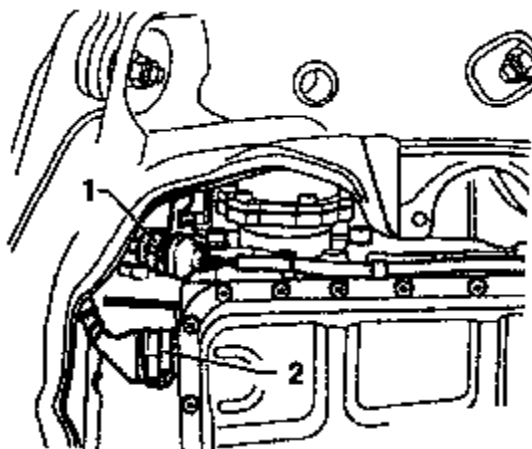

图 8-54 插上多功能开关插头
(1) 把变速箱从下降的总成支架和车底之间滑入。使变速箱对正发动机，在配合轴套上放上中间垫片。注意在把发动机和变速箱往一起推时，不要碰到管路。
(2) 对于 6 缸 TDI 发动机，在安装变速箱之前要检查牵条是否还在一边。
(3) 安装发动机/变速箱下部连接螺栓时要注意，一些螺栓还要和管夹或者接地线一起拧上。然后装上多功能开关 F125。
(4) 要用举升架 V.A.G1383 A 把发动机/变速箱后部抬起一点。装上发动机支架，同时注意拧紧顺序和用主孔定位。只有在必要时才进行车辆定位。
(5) 要用带变速箱托架托着装上变速箱左右支承。变速箱和发动机用螺栓连好后，拧下螺栓。螺栓的接触位置 A 应涂上油底壳防锈剂。
(6) 要用专用工具 V175 把变矩器和传动盘连接上。装上起动机。把 ATF 管路装到发动机/变速箱上，拧上 ATF 管路管夹。
(7) 用托架 V.A.G1383A 使发动机/变速箱后部抬高一点。对于 6 缸发动机，还要把前左侧的发动机转速传感器 G28 装到变速箱上。
(8) 插上速度表传感器插头，把转向轴装到变速箱法兰上。向后推变速箱上的杠杆/换挡轴，直到停车锁死起作用。
(9) 将变速杆推到“P”位，推动杠杆/换挡轴上的变速杆拉线。如果有必要，可推变速杆拉线末端的卡箍。拧上变速杆拉线支承上的螺栓，装上变速杆拉线，必要时调整。
(10) 如图 8-54 所示，插上多功能开关插头 1。插上变速箱线束插头，并用锁杆 2 锁住。